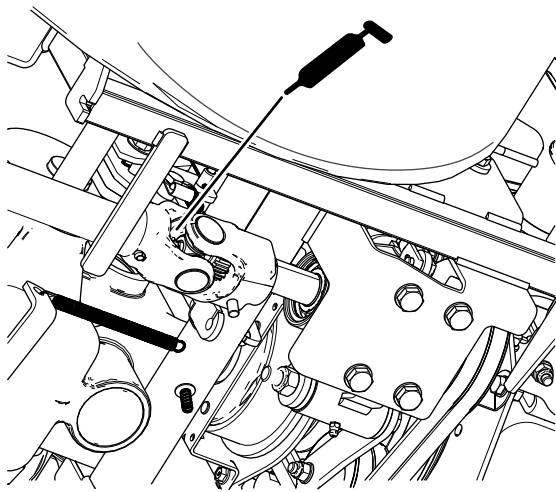

Figure 48
- Cardan arrière de l'arbre de transmission sur la PDF (Figure 48).